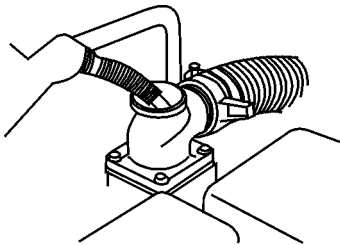

Fig. 9 – Completando la bomba con agua
b. Complete la bomba con agua limpia (fig. 9);